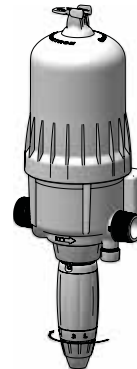

Abb. 15
- Die Kontermutter der Dosierung lösen (**Abb. 15**).